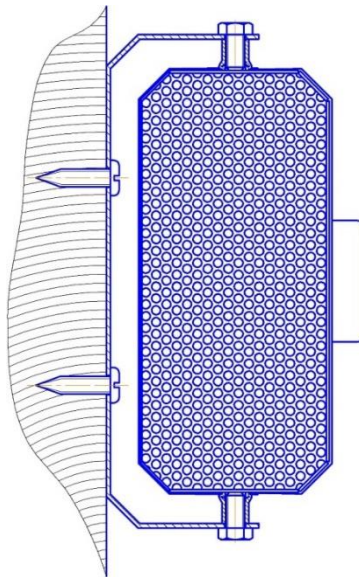

Рисунок 3 – УГП в сборе с кронштейном, вид сверху
6.4 Состыковать резьбовые отверстия УГП с отверстиями кронштейна и закрепить с помощью болтов М6 (см. рисунок 3).